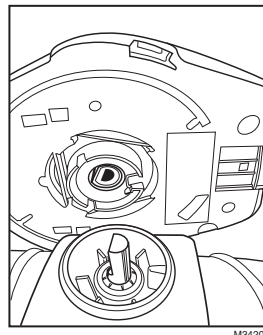

Fig. 1.
1. Alinee el controlador con el eje "D" del regulador (consulte la Fig. 1).